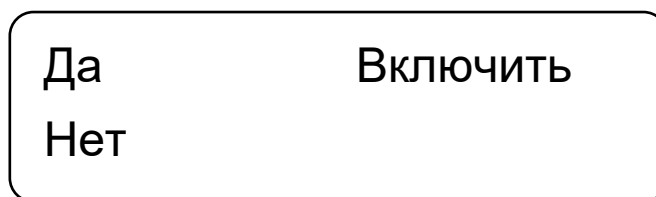

Рисунок 2 – Окно включения
2.1.1 Для включения ПК необходимо одновременно длительно (на время 3...5 с) нажать кнопки «▼» и «Р», при этом на индикаторе должна появиться надпись «ВКЛЮЧИТЬ» (см. рисунок 2), после чего отпустить кнопки «▼» и «Р» и нажать кнопку «▲» (при нажатии на кнопку «▼»